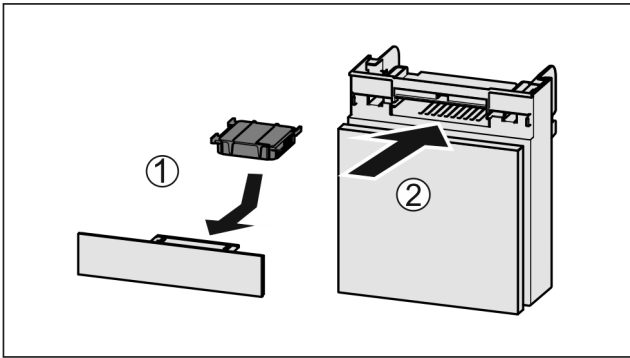

Fig. 47
- ▶ Inserire il vano Fig. 47 (2).